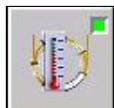

図 21 メソッドの保存
- 12 [OK] を選択してパラメータを保存し、ダイアログボックスを閉じます。[メソッド保存] ダイアログボックスが開きます。図 21 を参照してください。